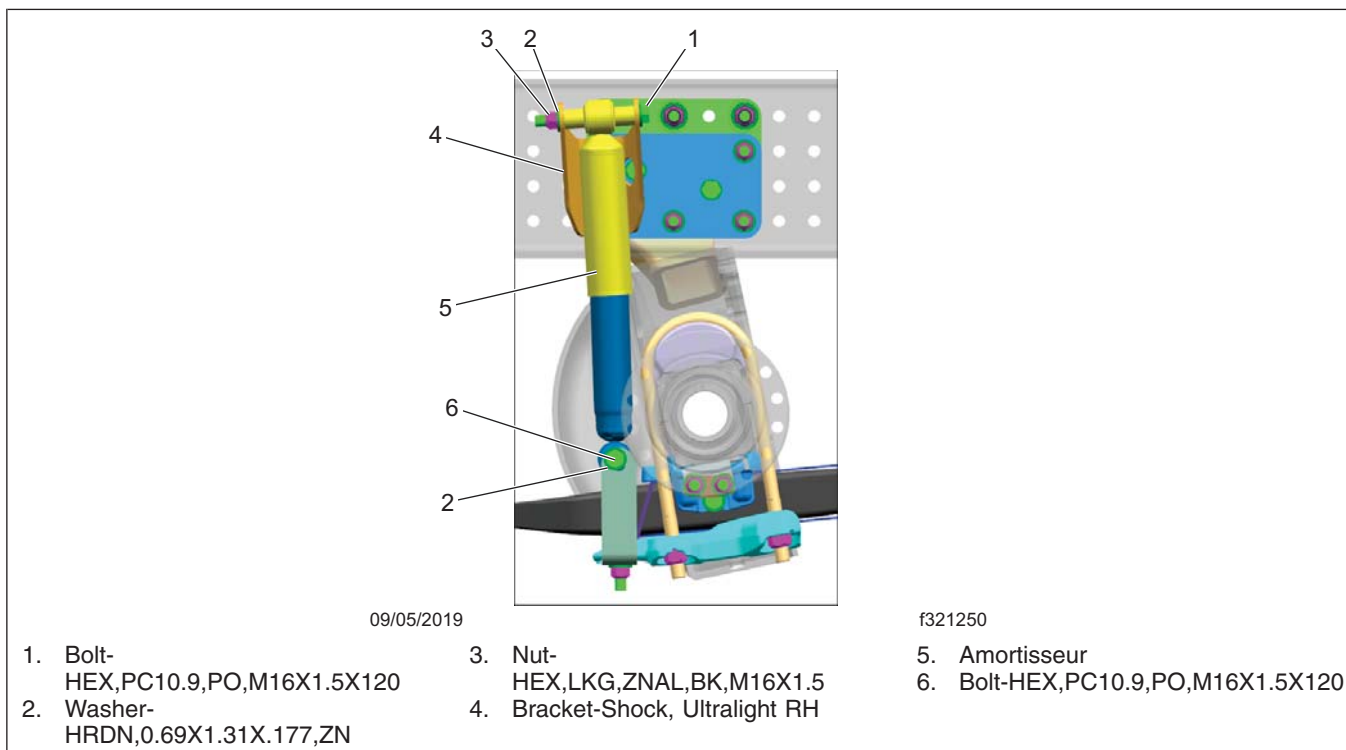

Fig. 4, Installation de l'amortisseur, longeron de cadre de châssis RH de l'essieu d'entraînement avant
18. Installez l'amortisseur. Sur le support inférieur, assurez-vous que la section la plus longue du manchon est tournée vers l'intérieur. Reportez-vous à la **figure 4**.